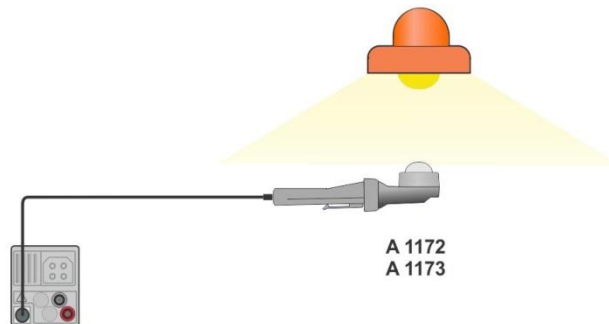

Abbildung 7.91: Positionierung des LUXmeter Sensor
- › Positionieren Sie den LUXmeter Sensor **Abbildung 7.91**